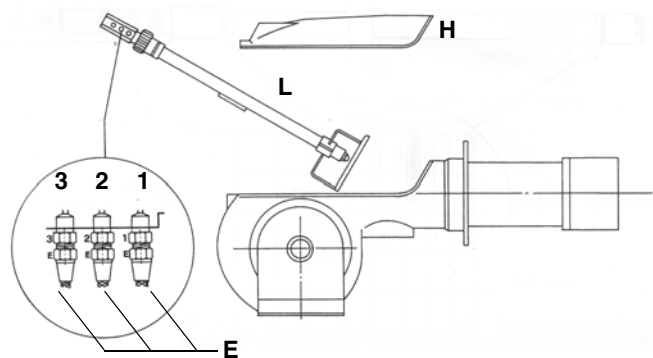

Рис. 31
- Открутить мазутные соединительные детали Е, которые крепят мазутные шланги к фурме, и снять полностью весь узел, как показано на Рис. 31.